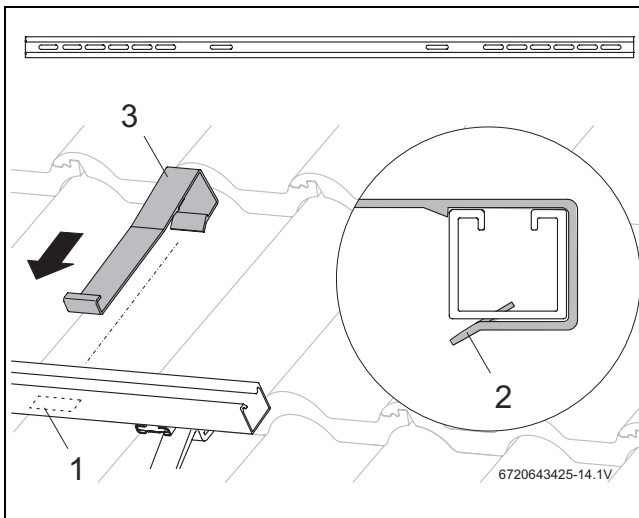

Fig. 30 Enganchar el seguro contra deslizamiento
- ▶ Deslice los seguros contra deslizamiento (Fig. 30, [3]) en los correspondientes orificios ovalados interiores (Fig. 30, [1]) sobre los perfiles guía hasta que encajen (Fig. 30, [2]).